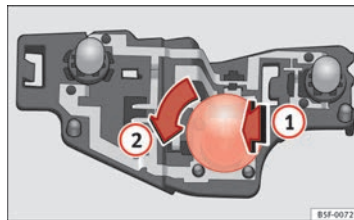

Abb. 148 Position der Glühlampen am Lampenträger.
- Drücken Sie die Lampe leicht in den Lampenträger ⇒ Abb. 148 **1**, drehen Sie sie anschließend nach links **2** und nehmen Sie die defekte Lampe heraus.